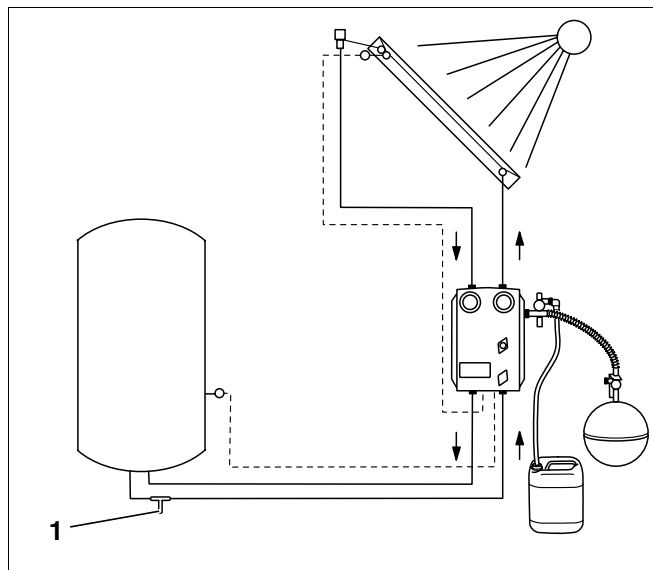

Fig. 15 Posição da torneira E/D
- Monte um dispositivo de enchimento e drenagem do sistema de aquecimento por energia solar na tubagem de retorno, no ponto mais baixo do sistema (peça em T com torneira E/D, Fig. 15, **Item 1**).